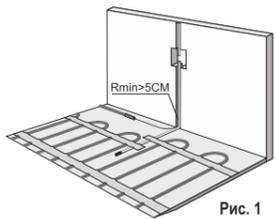

Рис. 1
- Уложите датчик вместе с его соединительным кабелем в гофрированную пластиковую трубку диаметром не менее 16 мм. Радиус изгиба трубки не менее 5 см (см. Рис. 1).
Терморегулятор устанавливается только внутри помещения. Рекомендуется располагать терморегулятор на высоте 1-1,5 м от пола в легкодоступном месте со свободной циркуляцией воздуха, как показано на рис.1. Корпус терморегулятора защищен от конденсата (возможна установка в ванной комнате). Не рекомендуется устанавливать терморегулятор около излучающих тепло приборов (ТВ, холодильник, обогреватель), а также в местах прямого попадания солнечных лучей. Запрещено устанавливать терморегулятор в местах, где есть опасность попадания внутрь прибора водяных струй либо брызг.